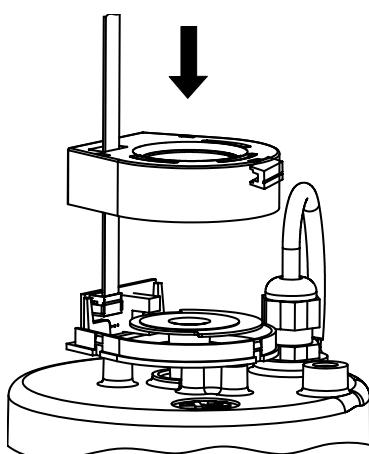

Fig. 6
- 6) Inserire il cavo nel coperchio per encoder e fissarlo a pressione sul supporto, come in fig. 6.
- 6) Fit the cable in the encoder cover and secure it by pressure on the support as shown in figure 6.
- 6) Introduire le câble dans le couvercle pour encodeur et le fixer par pression sur le support, d'après la fig. 6.
- 6) Introduzca el cable en la tapa para encoder y fíjelo a presión en el soporte, como se muestra en la fig.6.
- 6) Das Kabel in den Deckel des Encoders einführen und unter Druck auf dem Halter befestigen, wie in Abb. 6 gezeigt.